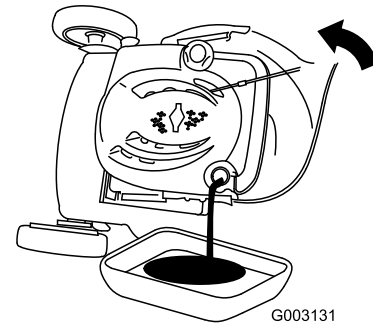

Figure 37
- Basculez la machine sur le côté, tube de remplissage en bas, pour vidanger l'huile usagée dans le bac de vidange par le tube de remplissage (Figure 37).